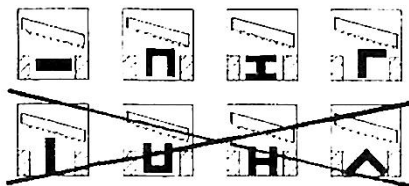

Afb.: 1 Afb.: 2
- Plaats de beschermkap A terug en zorg ervoor dat het mes tussen de banden van de bescherming S wordt geplaatst (zie afb. 1).